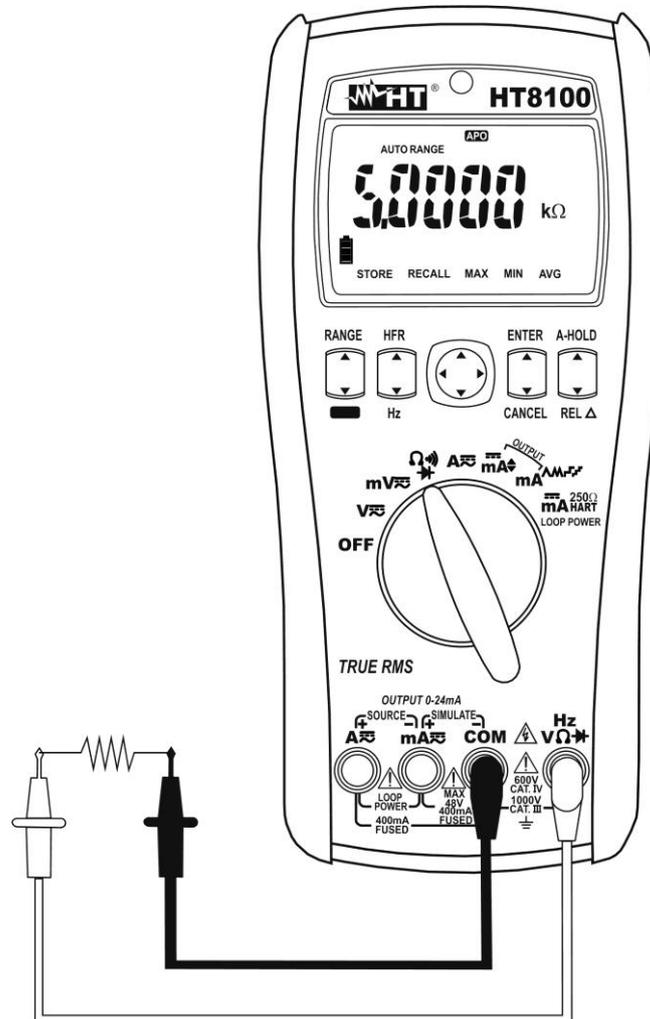

Fig. 6: Uso dello strumento per misura di Resistenza e Test Continuità
3. Inserire il cavo rosso nel terminale di ingresso **HzVΩ** \blacktriangleright e il cavo nero nel terminale di ingresso **COM** (vedere Fig. 6)